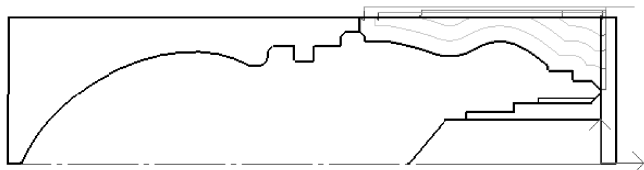

图 8-156 外轮廓粗加工刀具路径
2) 在立即菜单中选择【单个拾取】选项, 状态栏中提示“拾取被加工表面轮廓”, 当拾取第一条轮廓线后, 此轮廓线变成红色的虚线; 系统提示“选择方向”, 依次拾取加工表面轮廓线并单击鼠标右键确定; 状态栏中提示“拾取定义的毛坯轮廓”顺序拾取毛坯的轮廓线并单击鼠标右键确定; 状态栏中提示“输入进退到点”, 输入“7, 32”后按回车键, 生成如图 8-156 所示的刀具路径。